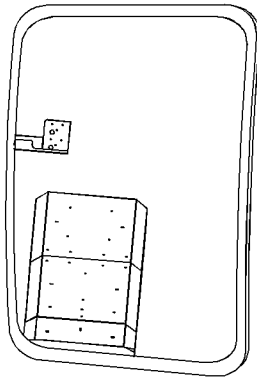

Ilustración 87
El soporte del espejo es ajustable. Gire la perilla del soporte del espejo hacia la izquierda para extender completamente el soporte del espejo retrovisor derecho. Gire la perilla hacia la derecha para sujetar el soporte. Ajuste el espejo retrovisor derecho (1) de manera que se pueda ver el lado derecho de la cabina. Ajuste el espejo retrovisor derecho (1) de manera que se puedan ver 100 mm (4 pulg) de la parte superior del neumático trasero. Consulte la ilustración 87. Ajuste también el espejo retrovisor derecho de manera que se pueda ver lo siguiente: